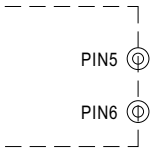

图 4.2移除CN1的短路连接器
(2) 移除CN1的短路连接器,如图4.2所示,过载保护模式为持续恒电流限制